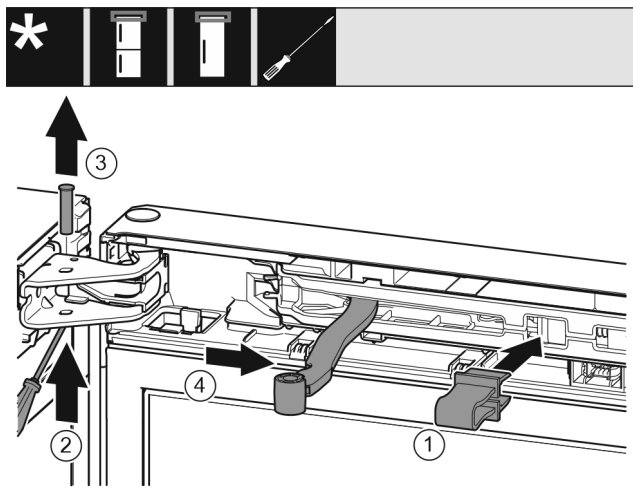

Fig. 6
- ▶ Sikringen skal klikke på plass i åpningen. *Fig. 6 (1)*
- ▶ Skru ut boltten med skrutrekker. *Fig. 6 (2)*
- ▶ Trekk ut boltten oppover. *Fig. 6 (3)*
- ▶ Drei leddet i retning døren. *Fig. 6 (4)*